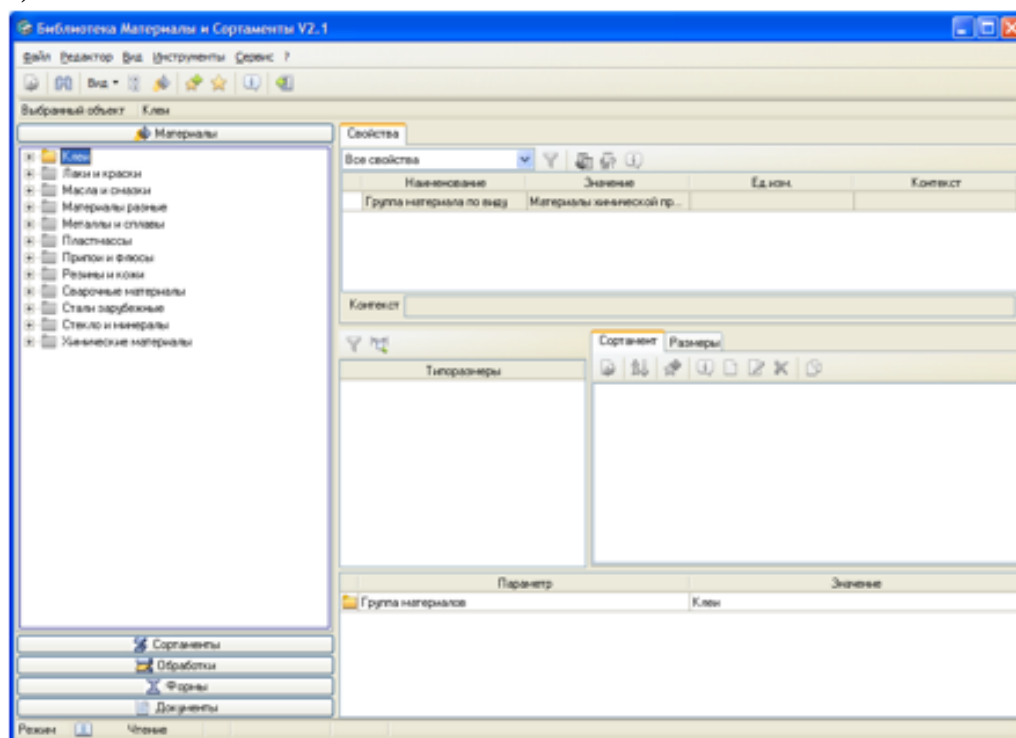

Рисунок 29.
- В окне Выбор материала нажмите кнопку Больше. На экране откроется окно Библиотека Материалы и Сортаменты (рис. 29).